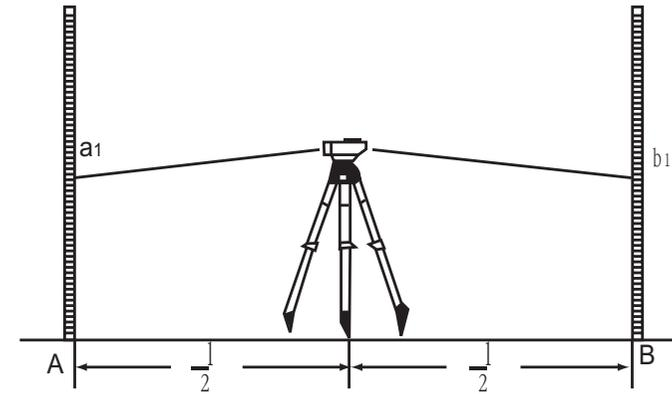

Рис. 12
(1) Установите инструмент приблизительно посередине между точками А и В, расстояние между которыми должно составлять примерно 30-40 метров. Возьмите отсчет (a_1) по рейке, установленной на точке А, и отсчет (b_1) по рейке, установленной на точке В (рис. 12).